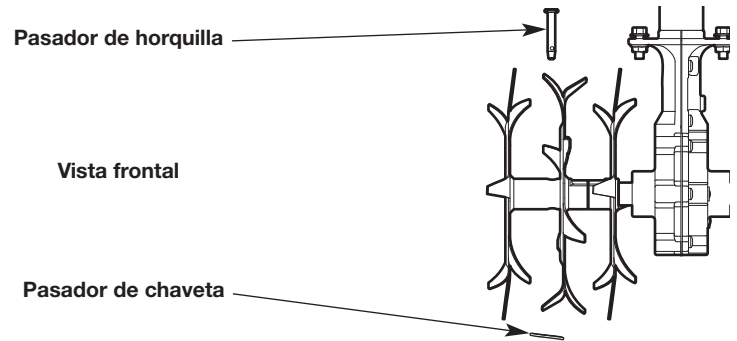

Fig. 11
1. Extraiga el pasador de chaveta del pasador de horquilla (Fig. 11). Extraiga el pasador de horquilla de los dientes dobles y del eje de los dientes.
3. Inserte un pasador de horquilla a través de los orificios alineados (Fig. 11). Inserte un pasador de chaveta en el pasador de horquilla.